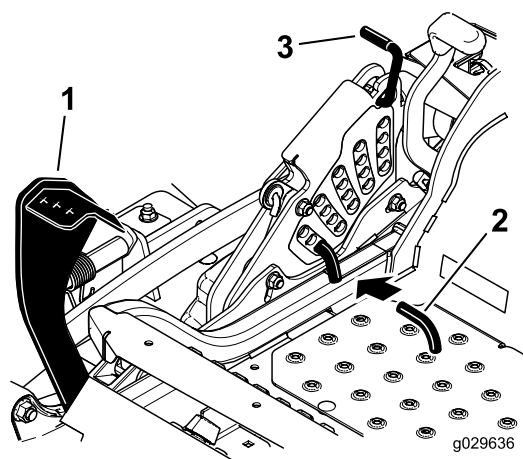

Figure 28
2. Appuyez sur la pédale de relevage du tablier avec le pied et relevez le tablier à la position de transport (qui est aussi la position de hauteur de coupe de 140 mm [5½ po]), comme montré à la Figure 28.
3. Pour changer de hauteur de coupe, retirez la goupille fendue et l'axe de chape du support de hauteur de coupe (Figure 28).
4. Placez la goupille dans le trou du support correspondant à la hauteur de coupe voulue (Figure 28).